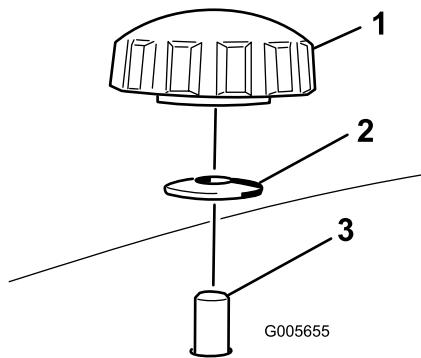
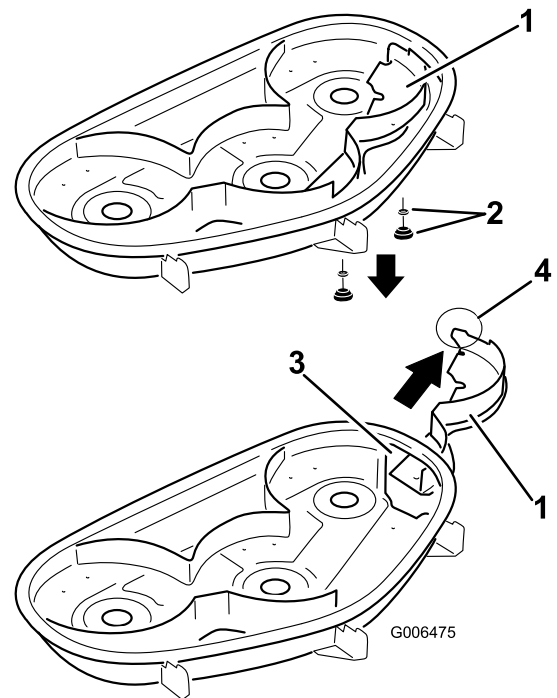

Figure 31
Figure 32
4. Déposez les 2 boutons et rondelles bombées qui fixent le déflecteur droit au plateau de coupe, comme illustré à la Figure 31.
5. Déposez le déflecteur droit et abaissez le déflecteur d'herbe sur l'ouverture d'éjection, comme illustré aux Figure 32 et Figure 31.
4. Insérez le déflecteur droit dans le plateau de coupe et fixez-le en place avec 2 boutons et rondelles bombées (côté bombé face au plateau de coupe) comme illustré aux Figure 31 et Figure 32.